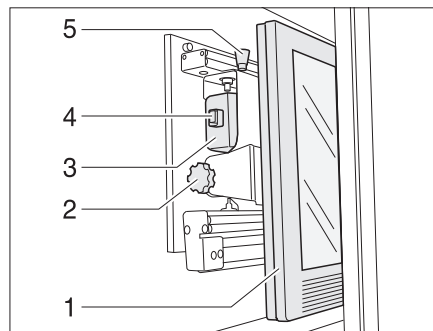

Bild 61 TV-skåp
- Tryck på låsknappen (Bild 61,5) och drag, med handtaget (Bild 61,4), fram fästet för den platta bildskärmen till stoppläget.
- Drag ut låsknappen (Bild 61,1) och vrid den platta bildskärmen (Bild 61,2) till önskat läge.
- Lossa den räfflade skruven (Bild 61,3).